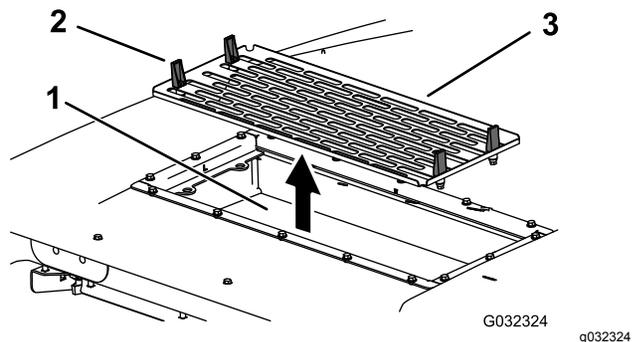

**Figura 117**
- 7. Installate i filtri dell'aria, la griglia e il gruppo ventola (Figura 116, Figura 117 e Figura 118).
- 8. Collegate il filo per ciascuna ventola (Figura 117).